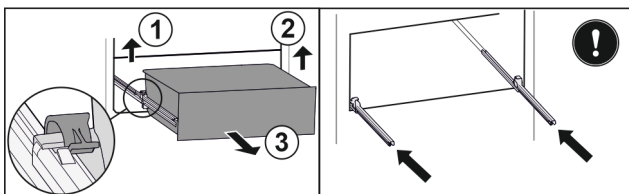

Fig. 149
- ▶ Tõstke vasakut klambrit üles ja tõmmake samaaegselt sahtlit vasakult ettepoole. Fig. 149 (1)
- ▶ Tõstke paremat klambrit üles ja tõmmake samaaegselt sahtlit paremalt ettepoole. Fig. 149 (2)
- ▶ Võtke sahtel ettepoole välja. Fig. 149 (3)